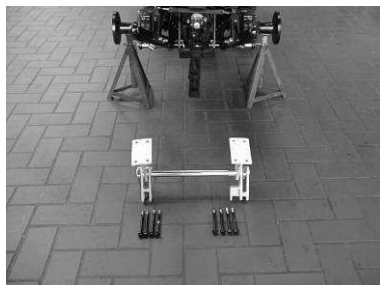
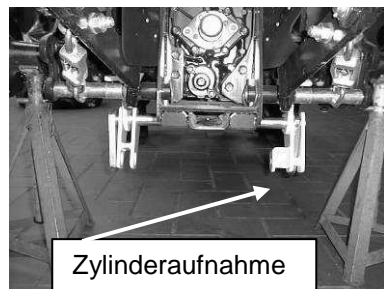

Bild 28: Zentrale Hubwelle
Bild 29: Zentrale Hubwelle montiert
Achten Sie darauf, dass Sie die Hubwelle in der richtigen Lage einbauen (siehe Bild 28 und Bild 29).
2. Befestigen Sie anstelle der demontierten Platten die Zentrale Hubwelle mit den langen Schrauben (siehe Bild 28).